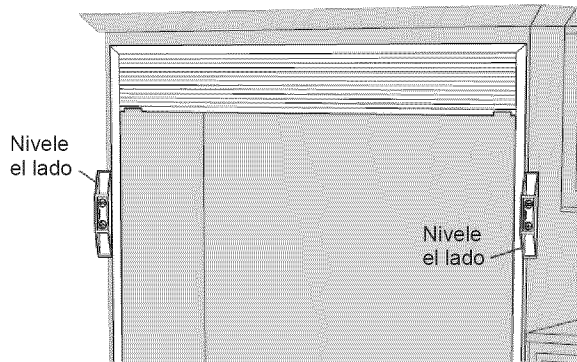

Figura 11
- Usando un nivel de carpintero, verifique que cada lado esté vertical. Coloque las calzas que sean necesarias (no se incluyen las calzas). A continuación, fije la parte superior e inferior de cada moldura lateral al armario, insertando dos tornillos de montaje de 3/4" (M). Véase la figura 11.